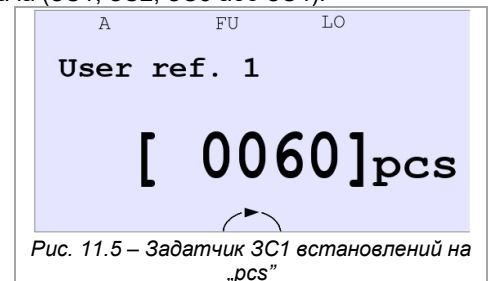

Рис. 11.5 – Задатчик ЗС1 встановлений на „pcs”
- **Параметр 4.30** (Вибір задатчика споживача) встановлено на значення 1 (для ЗС1), 2 (для ЗС2), 3 (для ЗС3) або 4 (для ЗС4) – значення визначає вибір, чинного на даний момент задатчика. На рис. 11.5 показано зміну задатчика для **пар. 4.30** = 1.